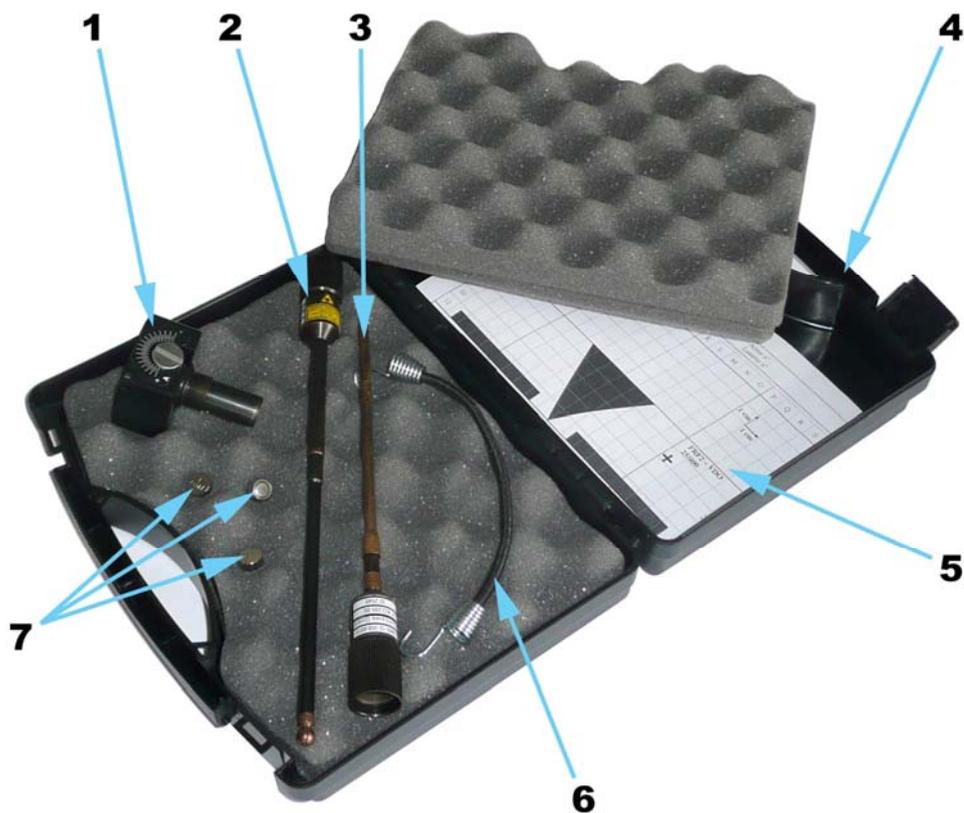

Fig. 28-3 : Laser de bouche
- des outils de simbleautage ("laser de bouche") suivant : (cf. Fig. 28-3)
- un laser de bouche (1),
- une tige au calibre 5,56 mm (2),
- une tige au calibre 7,62 mm (3),
- une valise munie de deux plaques de mousse (4),
- une ciblette (5),
- un sandow (6),
- trois piles (7).